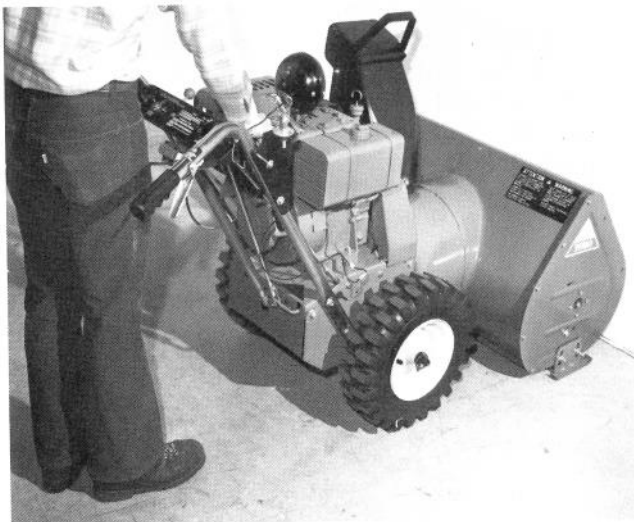

Fig. 20
2. Start motoren, tilslut hjulkoblingerne og skift til et hvilket som helst fremadgående gear. Kør langsomt sneslyngen mod noget solidt, som for eksempel en mur eller pæl (Fig. 20). Skift til frigear og hjulene skulle nu standse. Gør de ikke det, drej nøglen til OFF. Drej det U-formede beslag en halv omdrejning opad. Gentag hvis nødvendigt. Se justering af gearskift, side 7.